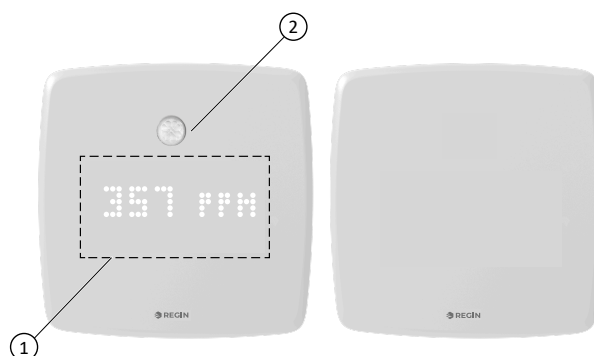

Fig. 1 Transmetteur d'ambiance RTX-..(C) avec écran et sonde PIR/Transmetteur d'ambiance RTX-..(C) sans écran
L'interface du transmetteur d'ambiance RTX-..(C) est montrée en *Fig. 1*.